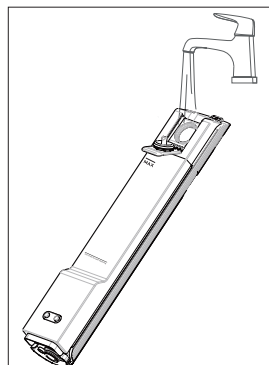

Fig. 6 – Llenado del depósito de agua
- ▶ Llene el depósito de agua limpia con agua corriente limpia. No utilice agua caliente o hirviendo para llenar el depósito de agua limpia. (véase Fig. 6)